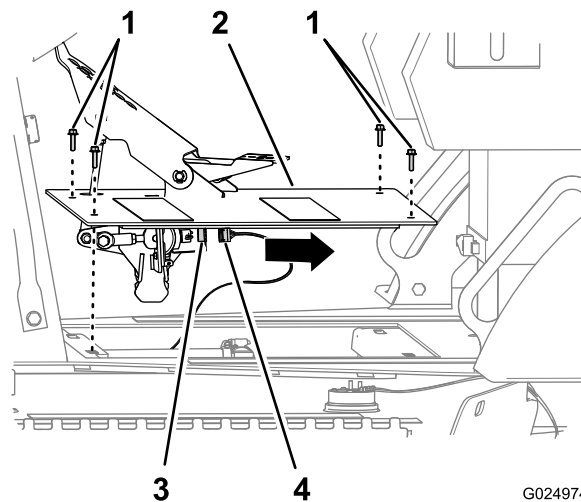

Рисунок 115
- Отсоедините разъем с 6 гнездами жгута проводки машины от 6-штырькового разъема датчика педали тяги (Рисунок 115).
- Снимите узел педали тяги с машины (Рисунок 115).
- Выверните 4 болта с шестигранными фланцевыми головками, которые крепят узел педали тяги к ходовой части машины (Рисунок 115).
1. Подсоедините разъем с 6 гнездами жгута проводки машины к 6-штырьковому разъему датчика педали тяги (Рисунок 115).
2. Совместите отверстия в пластине узла педали тяги с отверстиями в ходовой части машины (Рисунок 115).
3. Прикрепите педаль тяги в сборе к ходовой части машины с помощью 4 болтов с шестигранными фланцевыми головками (6 x 25 мм); см. Рисунок 115.